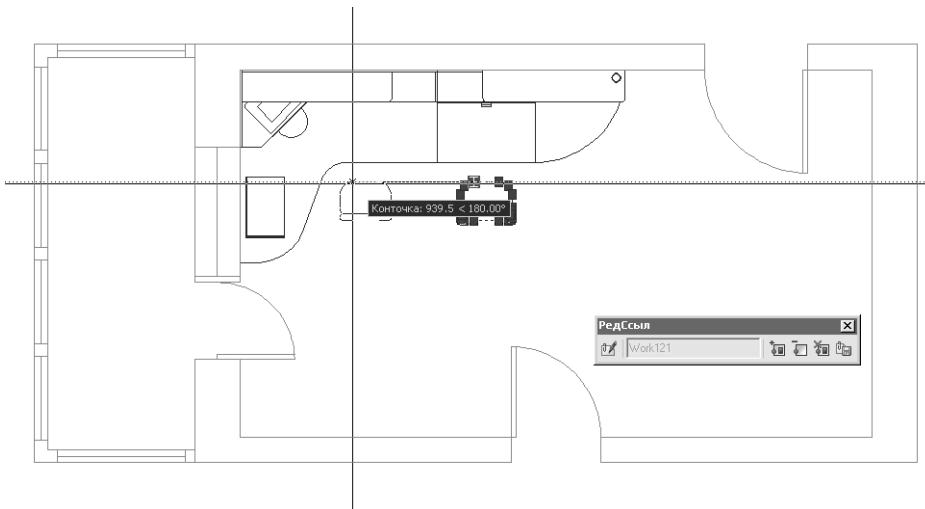

Рис. 12.18 ▼ Копирование объектов внешней ссылки в режиме редактирования с помощью маркеров выделения
- Нажмите **Пробел**, чтобы переключиться из режима **Расчленить** (STRETCH) в режим **Перемещение** (MOVE). Введите **Копировать** (COPY) или просто **к** (C) для включения подрежима копирования.
- Переместите копию выделенных объектов в направлении рабочего места старшеклассника (рис. 12.18).